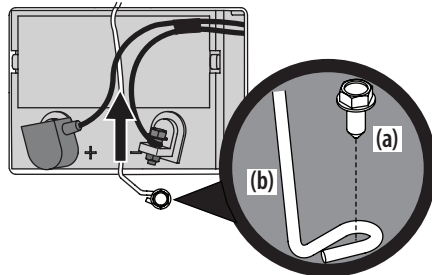

Figura 19
3. Extraiga el tornillo de arandela hexagonal (a) que sujeta el soporte de sujeción de la batería al bastidor (b). Luego levante el soporte de sujeción de la batería (b) para liberar la batería. Consulte la Figura 19.